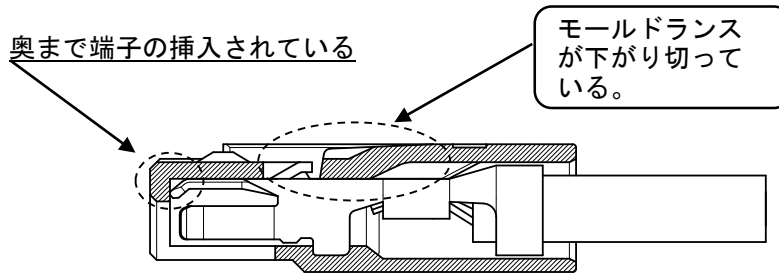

Fig.6-4 正しく装着されている場合
- ⑤ すべての端子の装着後、リセプタクルハウジングのモールドランスを間口より覗き、モールドランス部の位置を確認して下さい。正しく装着されている場合は、端子ランス部がきちんとモールドランスを乗り越えた位置にあり、挿入軸方向に軽く振ると隙間が確認出来ます。(Fig.6-4/6-5/6-6)